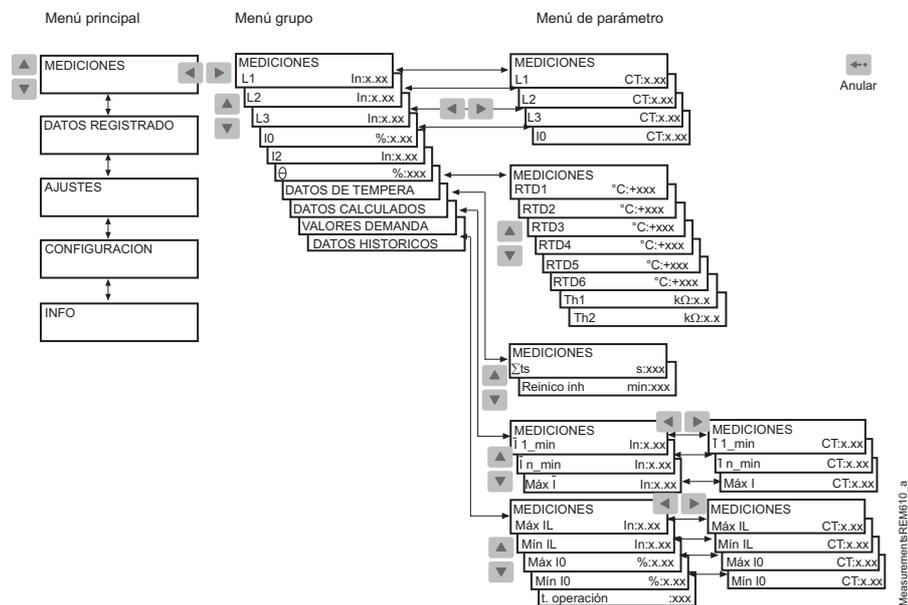

Fig. 4.2.1.2.-1 Medidas
3. Utilizar **▲** y **▼** para monitorear los valores medidos en las fases L1, L2 y L3 y el valor medio de  $I_0$ ,  $I_2$  y  $\theta$ . Las corrientes de fase y el valor de  $I_2$  se muestran como múltiplos de la corriente nominal,  $I_n$ , que corresponde a la corriente de carga completa (FLC) del motor.  $I_0$  se muestra como un porcentaje de la corriente nominal del transformador de corriente (CT), mientras que  $\theta$  se muestra como un porcentaje del nivel térmico de disparo. Pulsar **▶** una vez más para consultar el valor de corriente primaria correspondiente para L1, L2, L3 y  $I_0$ . Si no se han ajustado los factores de conversión, se mostrarán en su lugar guiones.
4. Utilizar los pulsadores de flecha para monitorear los otros valores medidos en los menús DATOS DE TEMPERA, DATOS CALCULADOS, VALORES DEMANDA y DATOS HISTORICOS; consultar Fig. 4.2.1.2.-1.